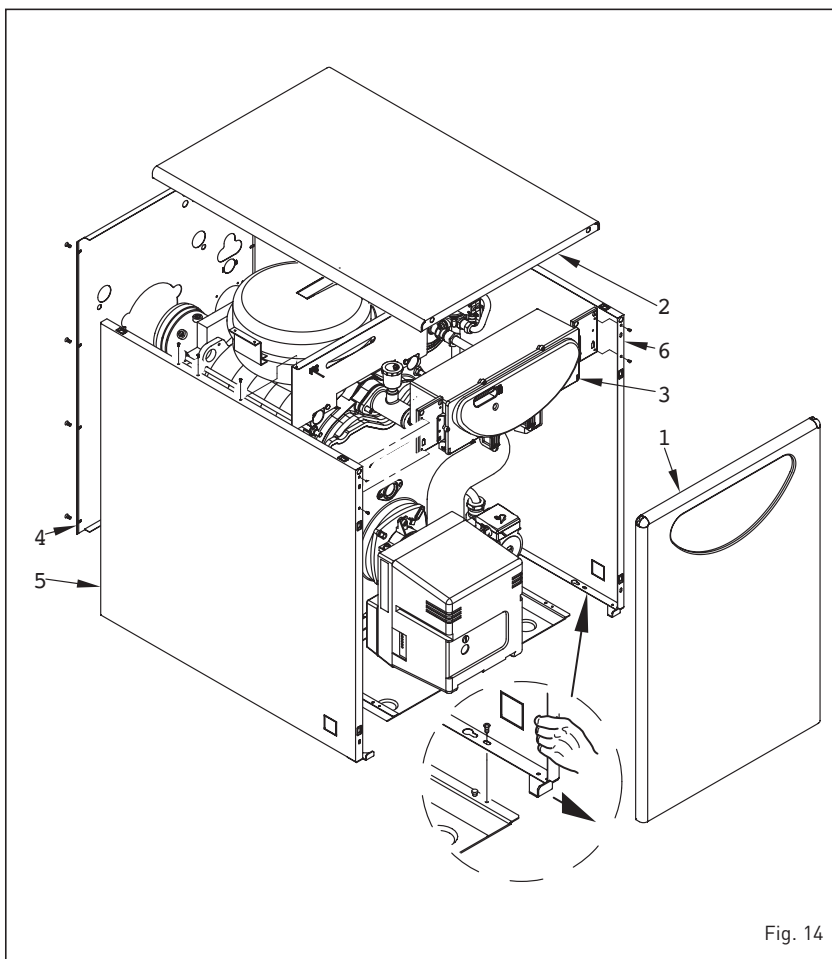

Fig. 14
4.1 SMONTAGGIO MANTELLO (fig. 14)
Per una facile manutenzione della caldaia è possibile smontare completamente il mantello seguendo la progressione numerica di fig. 14.